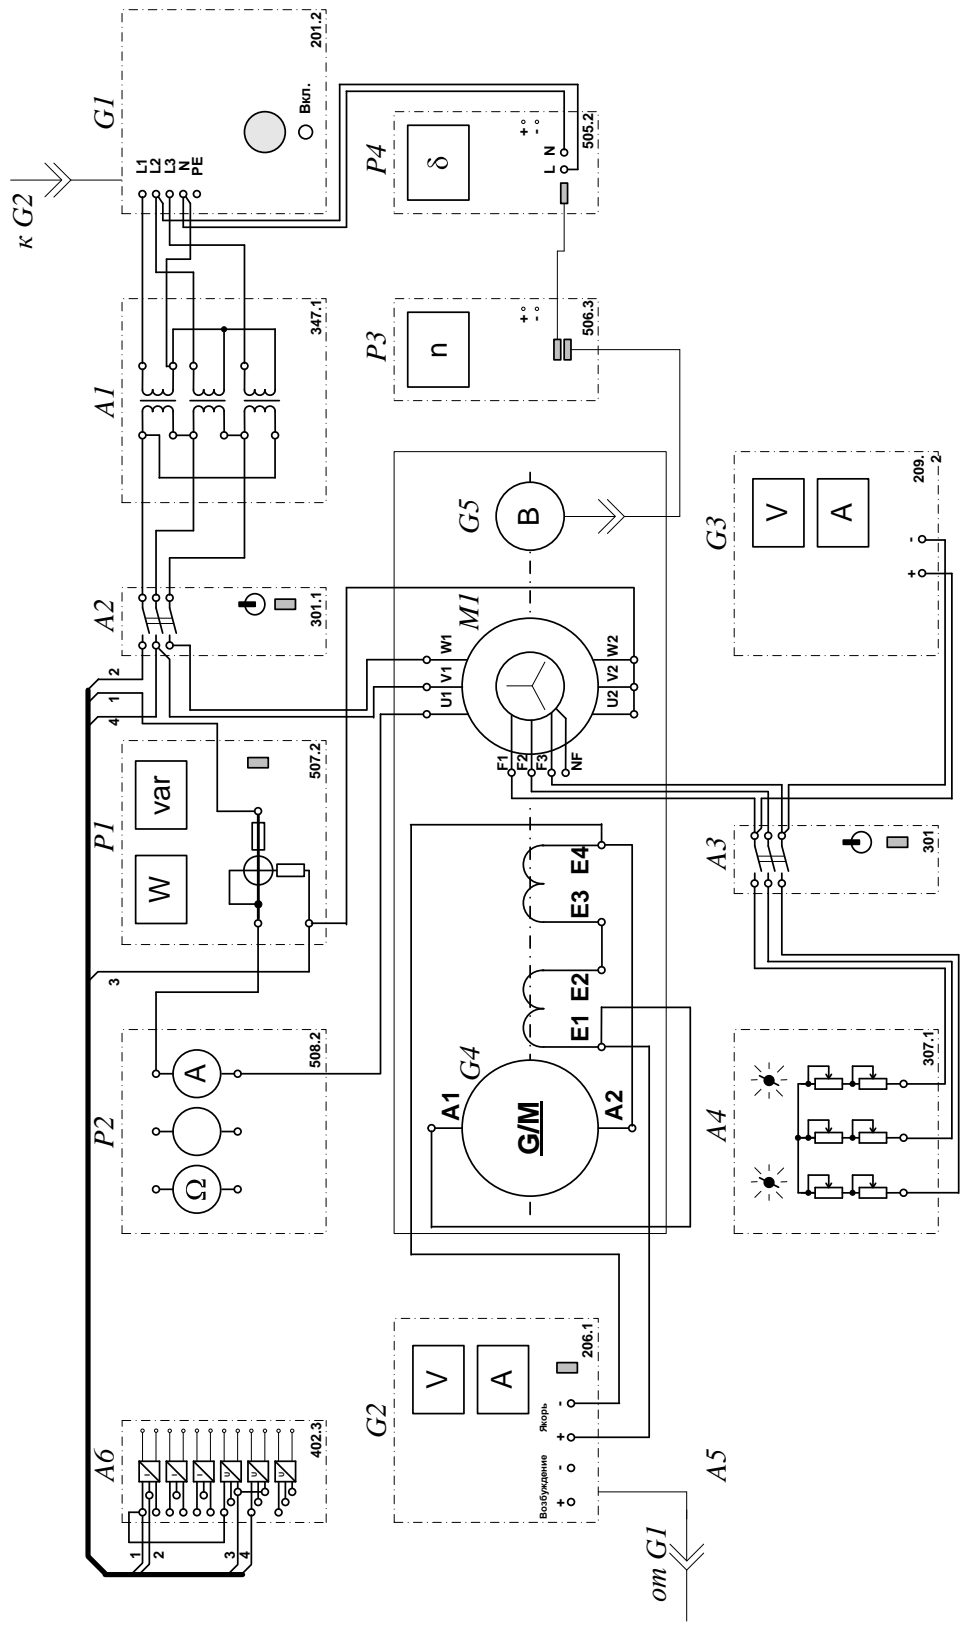

Рис. 2-1
- Соедините аппаратуру для настройки указателя угла нагрузки P4 в соответствии с электрической схемой соединений - рис. 2-1 – силовая часть стенда, рис. 2-3 - информационная.